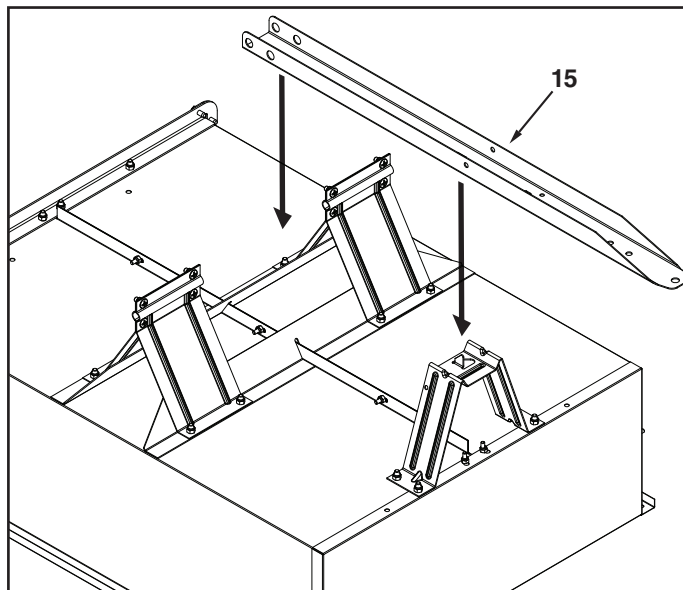

FIGURA 13
PASO 13: (VEA LA FIGURA 13)
- Invierta la plataforma del carro y coloque el conjunto del eje de 5/8" (15) siguiendo la orientación mostrada en la Figura 13.